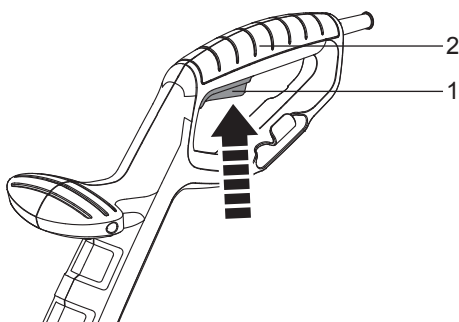
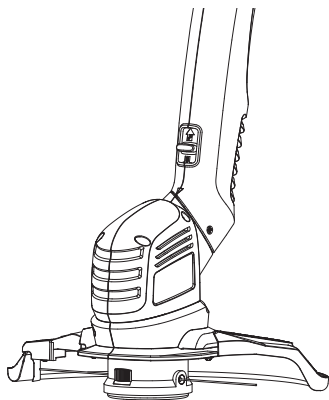

Fig. 6
Fig. 7
- > Pressione o botão de desbloqueio (8) e mantenha-o na posição.
- > Ajuste para a posição desejada; ajuste a 0° quando aparar relva em solo plano (Fig.7). Ajuste para 90° quando aparar perto de extremidades e paredes (Fig. 6).
- > Certifique-se de que o botão de desbloquear (8) fica fixado no respetivo lugar.